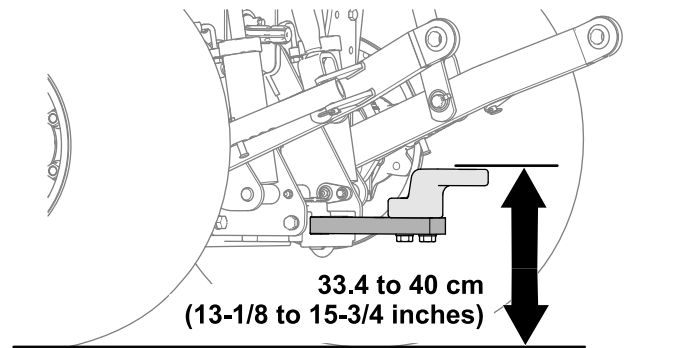

Figura 21
- Altura de trabajo: de 33,4 a 40 cm; consulte la Figura 21.